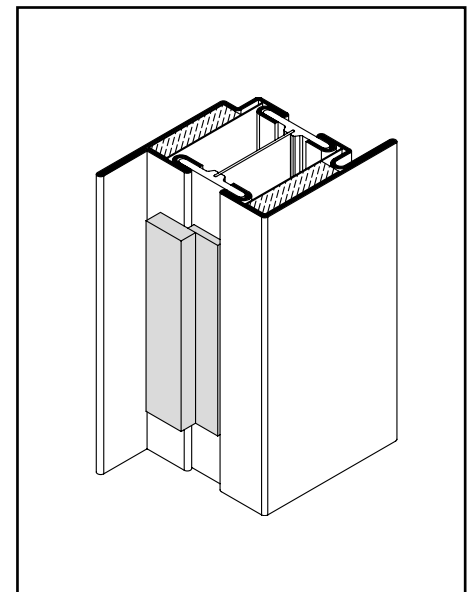

Abb. 12 / Fig. 12 / Fig. 12
- Seitlichen Glasklotz «1» gegen Herunterrutschen sichern (z.B. mit Silikon oder Doppelklebeband ankleben). Abb. 12
- Protéger cale de verre latérale «1» contre le glissement vers le bas (par exemple à coller avec du silicone ou une bande autocollante double face). Fig. 12
- Secure lateral glazing pad «1» against sliding down (e.g. bond with silicone or double-sided tape). Fig. 12